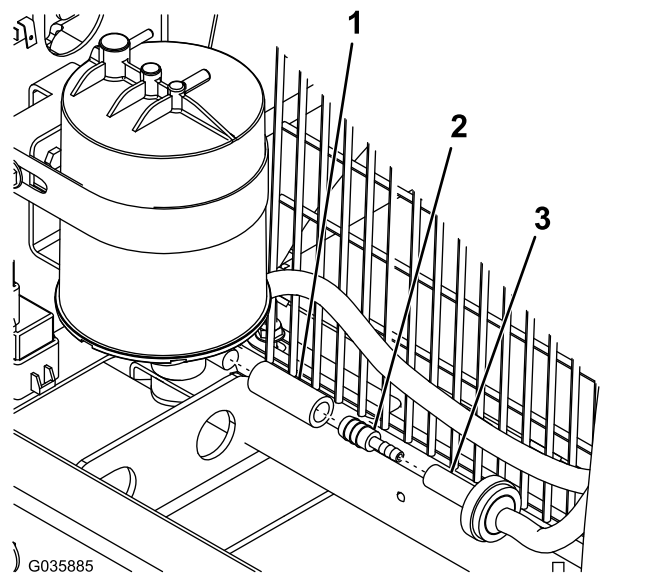

Figuur 6
- Bevestig de plaatjes aan de banden van de brandstoftank (Figuur 6).
- Bevestig de nieuwe brandstoftank aan de bak van brandstoftank. Gebruik de banden en 4 flensmoeren (1/4"); zie Figuur 6.